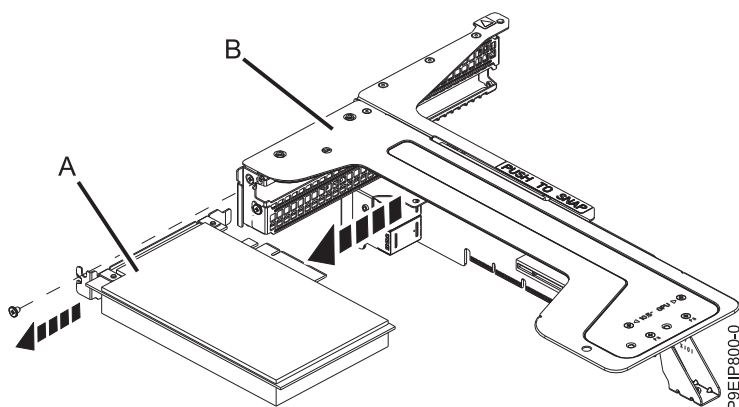

Figure 46. Retrait d'une carte de la position 2 du connecteur de bus
- h. Déconnectez une carte **(A)** de la position 2 du connecteur de bus de la carte PCIe **(B)** comme indiqué dans la figure 46.